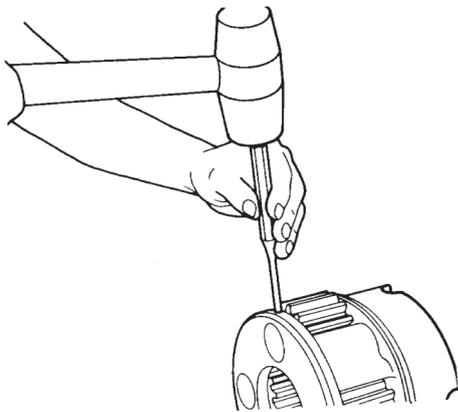

Figura 29
F. Bata os pinos de travamento para dentro dos eixos das engrenagens planetárias (Figura 29).